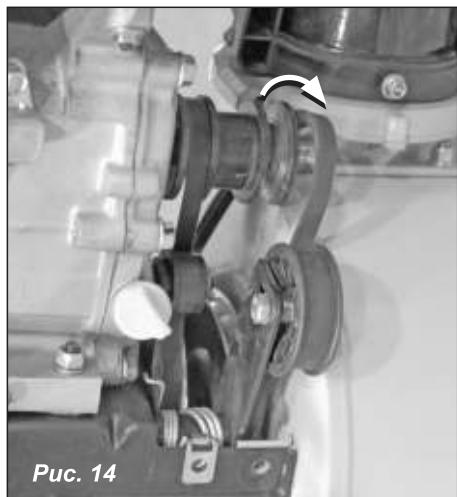

Рис. 14
3. Снимите ремень с ролика двигателя (см. рис. 14).